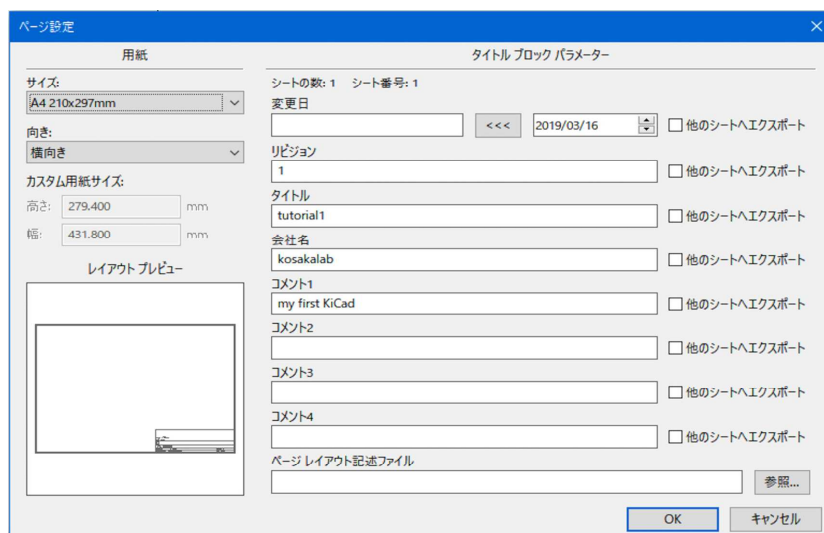

図4-7
① 上ツールバー  「ページの設定」をクリックします。
② 「ページ設定」ダイアログが開きます。図4-7